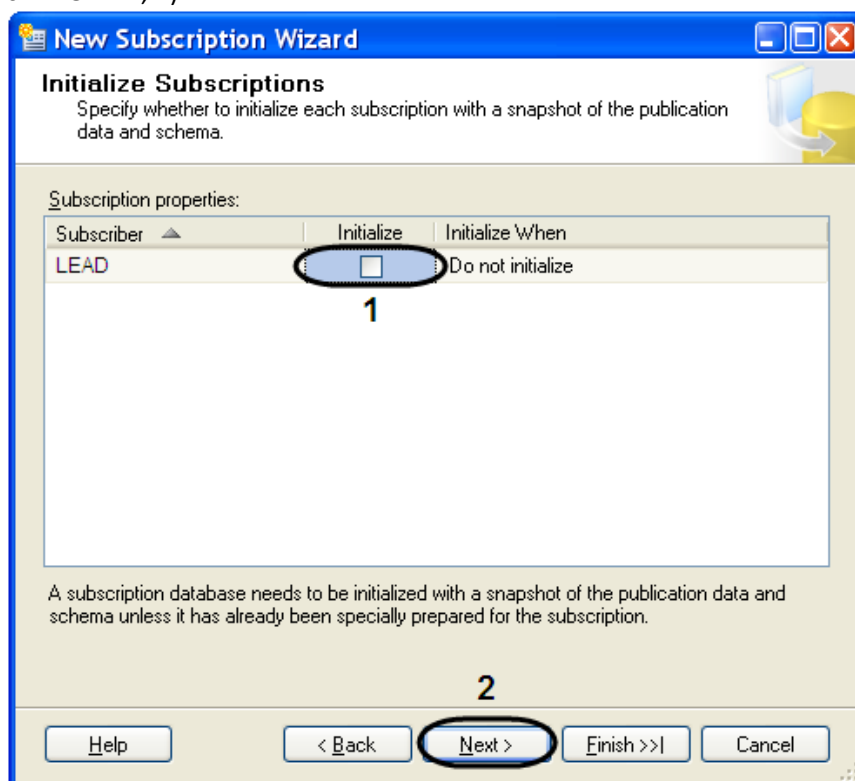

Рис. 11.3—21. Инициализация подписчика
- 20.2. В случае добавления второго и последующих серверов снять флажок «Initialize» (Рис. 11.3—21, 1).
21. Для продолжения нажать кнопку «Next>» (см. Рис. 11.3—21, 2).